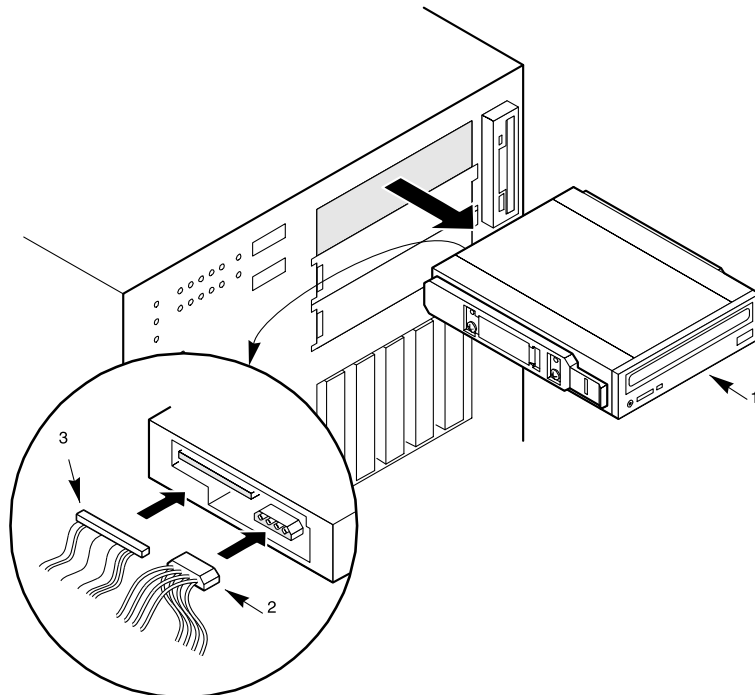

Abb. 4-7. Entfernen des CD-ROM-Laufwerks (Frontabdeckung aus Gründen der Übersichtlichkeit nicht abgebildet)
Siehe Abb. 4-7, 4-8, 4-9 und 4-10.
10. Das CD-ROM-Laufwerk so positionieren, daß die Plastikgleitschienen in die Einbauplatzführungsschienen (Abbildung 4-7) eingreifen. Das Laufwerk in den Einbauplatz schieben, bis die Gleitschienen einrasten.